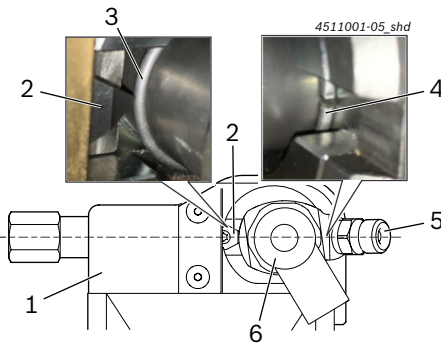

Fig. 5: Conexión de alta presión (pos. 5) frente a la plaquita de corte reversible (pos. 2)
- Deslizar el CRI como se muestra en Fig. 5 hasta el tope dentro de la herramienta de desmontaje y mantenerlo en esa posición.
- ⇨ El anillo de muelle (Fig. 5, pos. 3) está posicionado exactamente a la altura de la plaquita de corte reversible (Fig. 5, pos. 2).